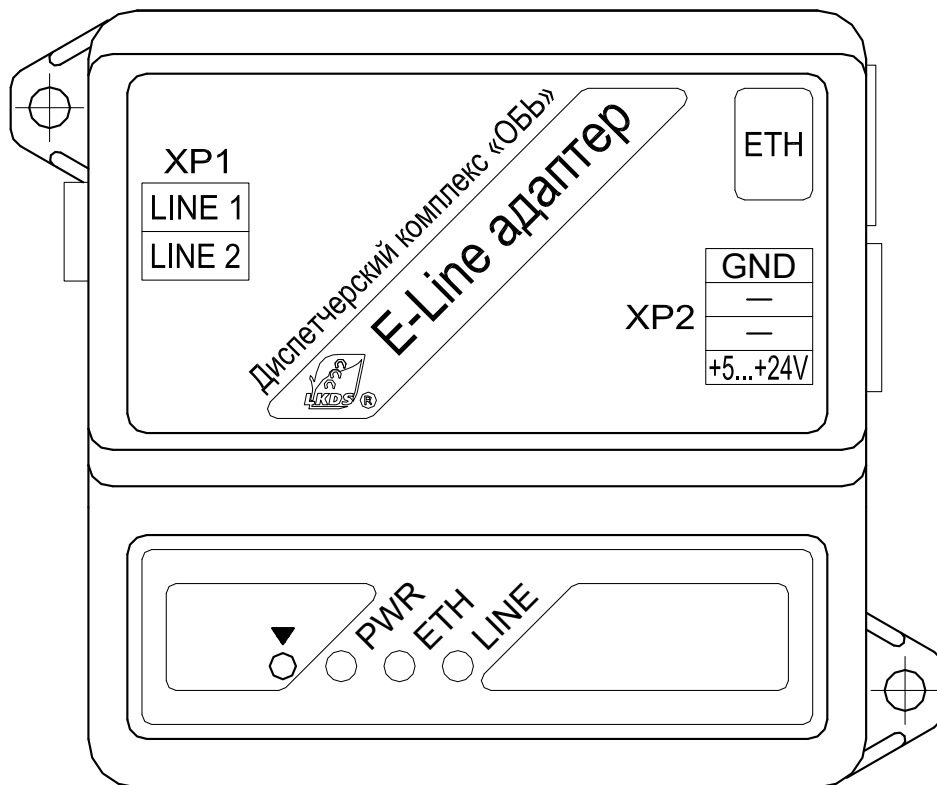

Рис.1 Внешний вид Адаптера
1.6.1. Конструктивно E-LINE выполнен в пластиковом корпусе (см. рис. 1).
1.6.2. На боковых сторонах E-LINE (см. рис. 1) расположены: